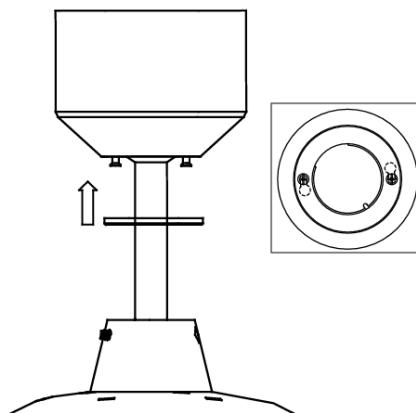

Abb. 6
1. Die Deckenhalterung mit der Canopy-Abdeckung abdecken. Nachdem Sie sich vergewissert haben, dass alle elektrischen Kabel im Canopy (Baldachin) stecken und bei der Ausführung dieses Schritts nicht beschädigt wurden, den Canopy (Baldachin) fest anschrauben **Abb.6**
Abschließend die Abdeckung des Canopy durch Festziehen der Schrauben in Uhrzeigerrichtung sichern. **Abb.6**